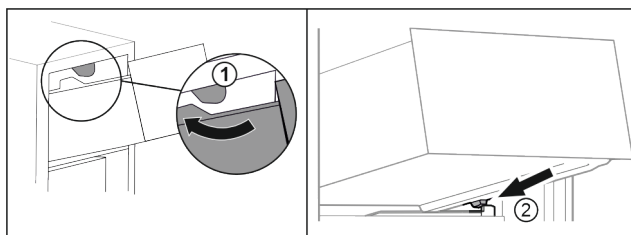

Fig. 69
- ▶ Прокарайте чекмеджето около горните ограничители. Fig. 69 (1)
- ▶ Поставете чекмеджето под ъгъл зад долните ограничители върху реброто на съда. Fig. 69 (2)